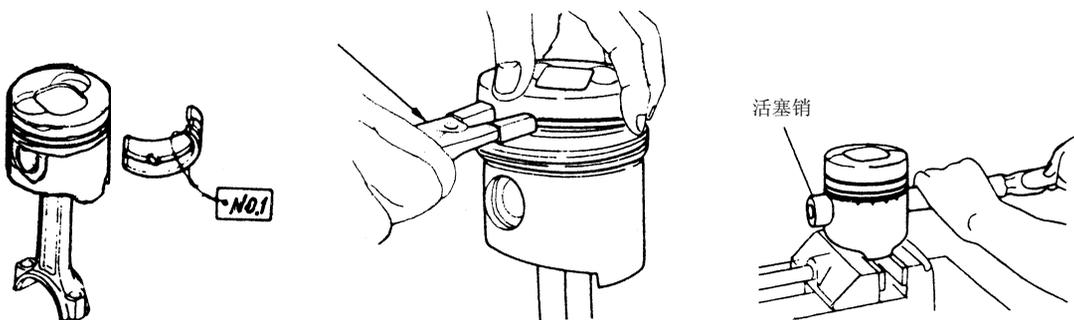

图 1.15 在连杆轴承上做记号 图 1.16 用活塞环拆卸器拆下活塞环 图 1.17 用铜棒打出活塞销
① 分解发动机总成时，应按照分解顺序进行。对有公差配合要求和不应互换的零件（如连杆轴承等），在拆卸时应做记号，如图 1.15 所示。